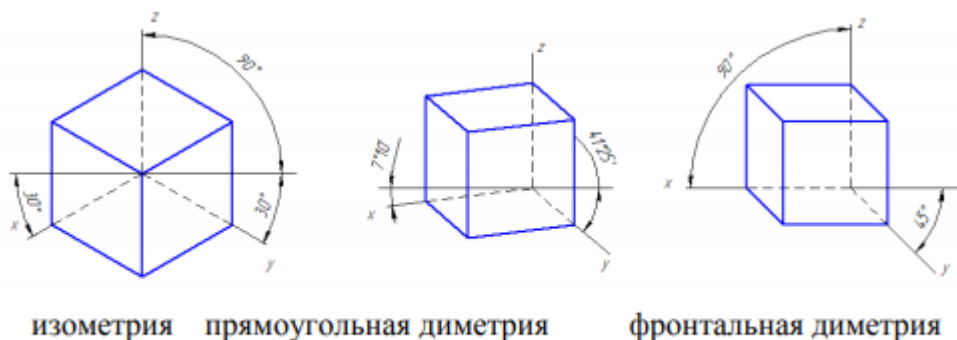

Рисунок 10 – Изображение куба в аксонометрии
Аксонометрические проекции применяются как наглядные изображения. Таковыми являются изображения куба (рисунок 10).
3. Показатели искажения по осям в изометрии равны 0,82, а в диметрии показатели искажения по двум осям равны 0,94 и по оси Y – 0,47. Окружность в аксонометрии изображается эллипсом (рисунок 10). В приведённой изометрии величина большой оси эллипса равна $1,22 d$, а малой оси – $0,72 d$; в приведённой диметрии соответственно – $1,06 d$ и $0,35 d$ ($0,94 d$). Разрешается эллипсы заменять аксонометрическими овалами, более простыми в построении. Пример построения овала из четырёх центров в изометрии приведён на рисунке 11. AB – большая ось; CD – малая ось; E, F,